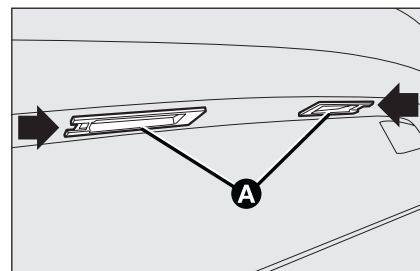

fig. 34
- ☐ agire nel punto indicato dalle frecce e rimuovere i gruppi trasparenti **A-fig. 34**;